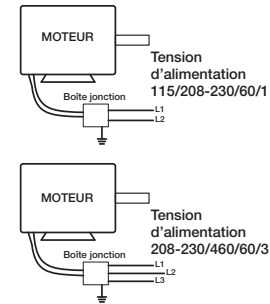

Figure 8 — Schéma de câblage typique
8. Poser et câbler le sectionneur de sécurité sous le capot de ventilateur et câbler le moteur conformément au schéma de câblage. Voir Raccordement électrique, Figure 8. Câbler les commutateurs de commande au niveau du sol.
REMARQUE : Voir le schéma de câblage à la Figure 8.